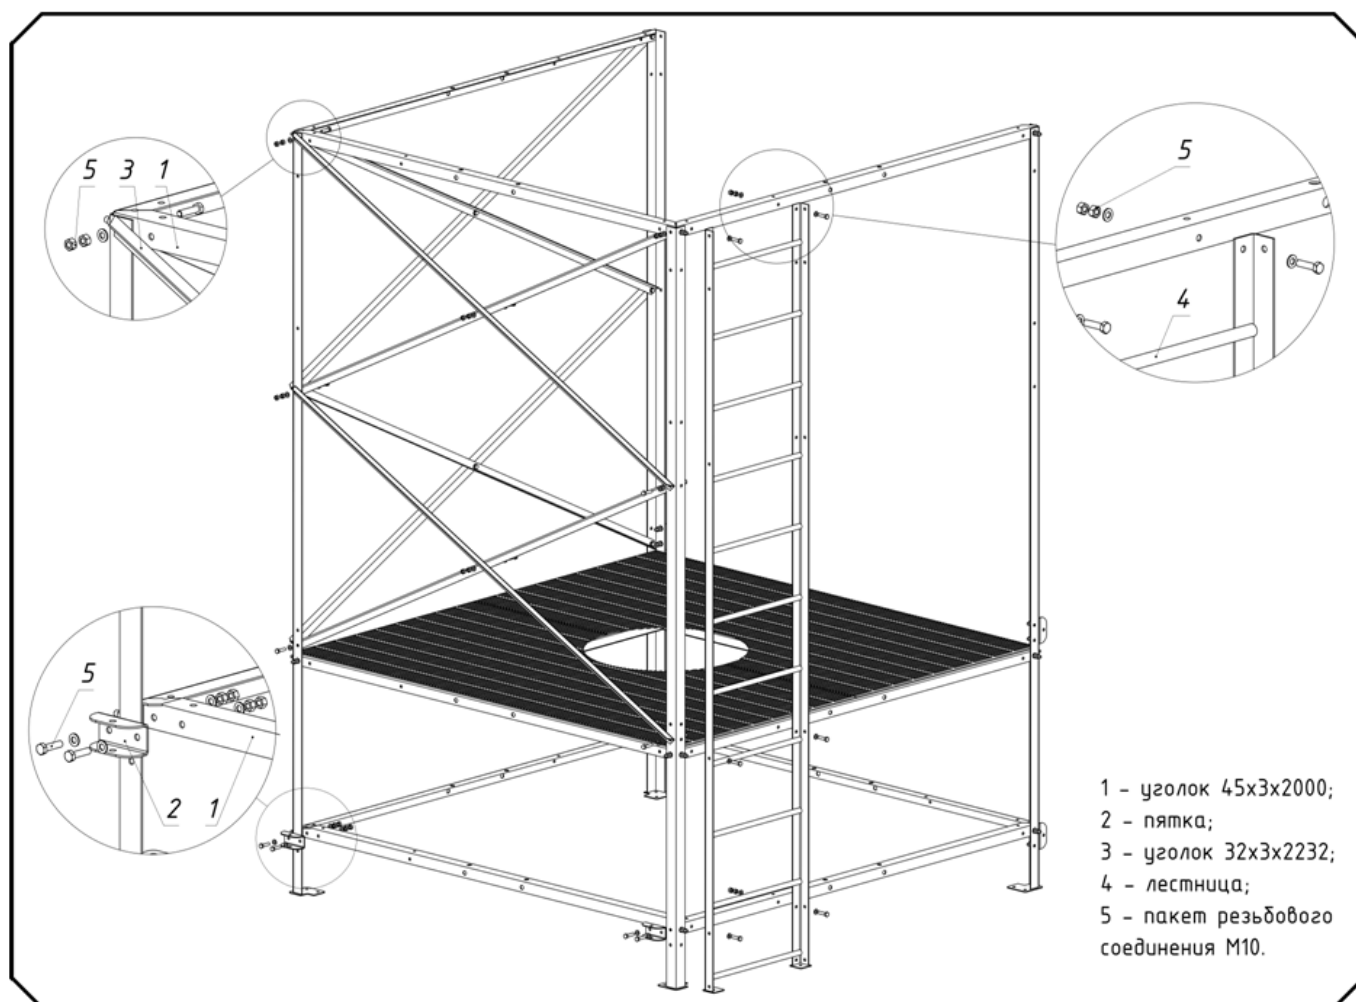

Рис. 4 Монтаж второй крестовины, верхней обвязки и лестницы
- 1) Деталь поз. 1 и детали поз. 2 при помощи поз. 5 пакета резьбового соединения М10 (болт М10х40, гайка М10 2 шт., шайба М10 2 шт.) соединить с вертикальными стойками внизу, как показано на рис. 4. Обратите внимание поз.2 расположена горизонтально;
- 4) Поз. 4 соединить с каркасом при помощи поз. 5 так, как показано на рис. 4.